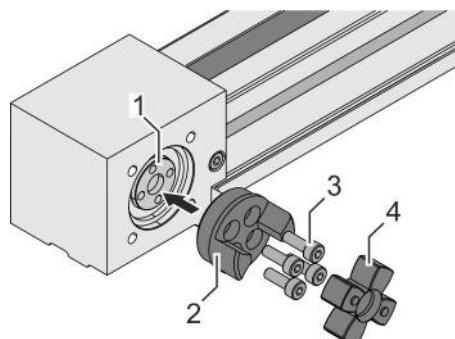

Fig. 22 : Montage des moyeux à vis
1. Mettre en place les moyeux à vis (Fig. 22 /2) sur l'arbre cannelé (Fig. 22 /1) des deux unités linéaires.
2. À chaque fois, serrer alternativement les 4 vis (Fig. 22 /3) en diagonale :
3. Mettre en place les couronnes dentées (Fig. 22 /4) sur les moyeux à vis.